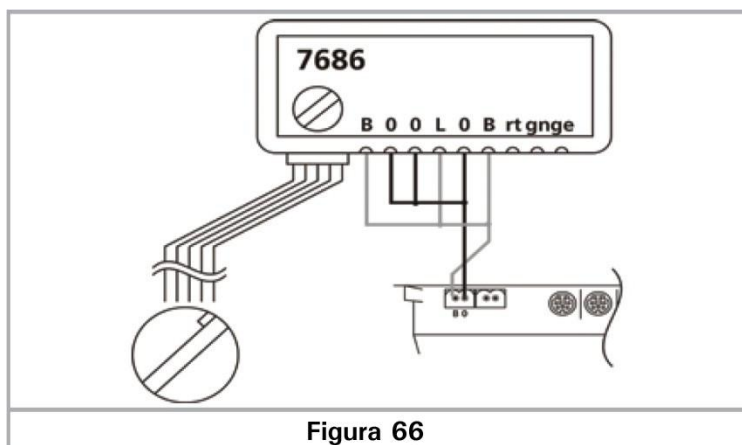
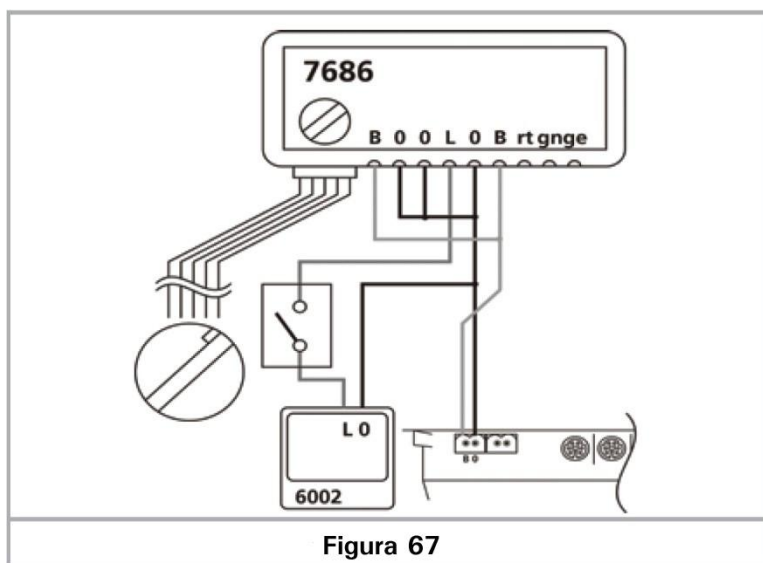

Figura 66
Figura 67
Para alimentar la plataforma giratoria, puede usar la salida de la "vía principal" de la ECoS (consulte la figura 66) o un transformador externo (consulte la figura 67).
- Si su plataforma giratoria se alimenta directamente desde la salida de la vía principal de la ECoS (como se muestra en la Figura 66), presione la tecla STOP y luego la tecla GO. Luego tiene 5 segundos para presionar el botón "Input" (entrada) para colocar el decodificador de la plataforma giratoria en el modo de programación.
- Si su plataforma giratoria es alimentada por un transformador separado (de acuerdo con la Figura 67), puede interrumpir la fuente de alimentación de la plataforma giratoria ya sea a través de la desconexión del transformador o mediante un interruptor opcional colocado en la línea de alimentación del decodificador de la plataforma (Conexión L). Después de restablecer la fuente de alimentación, también tiene 5 segundos para presionar el botón "Input".